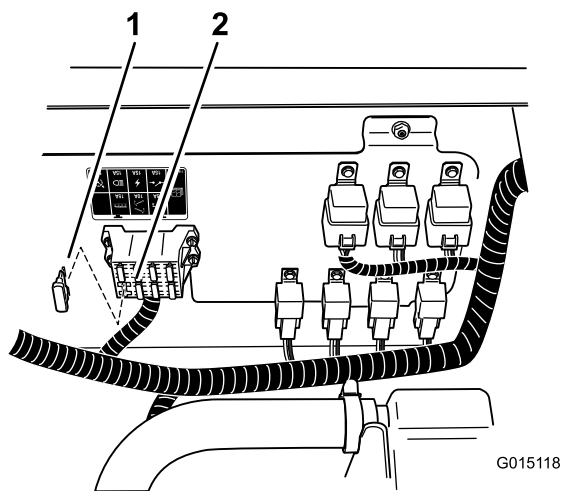

Figura 29
6. Installate il fusibile da 10 A nel portafusibili (Figura 29).